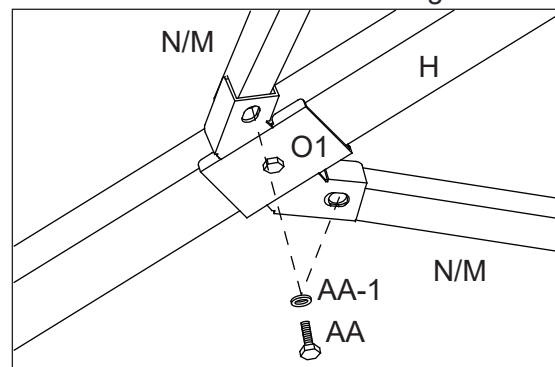

Figure 14-4
14.4. Attacher les supports de toit principaux horizontaux (N, M) au connecteur (O1) à l'aide de boulons (AA) et de rondelles (AA-1). Voir figure 14-4.